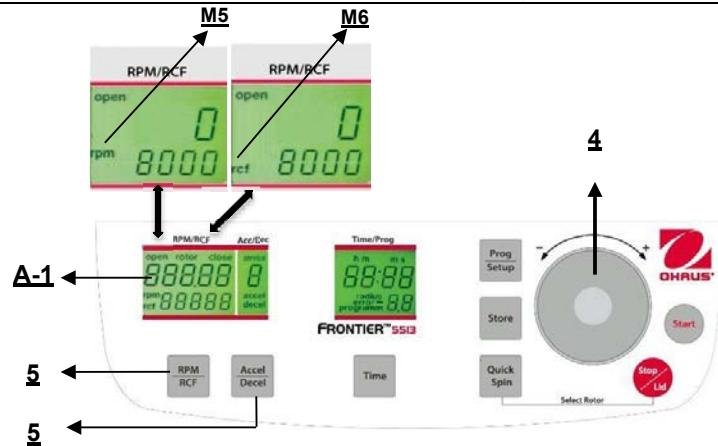

Abbildung. 13
Diese Vorauswahl wird durch die Taste "**RPM/RCF**" (5) aktiviert (siehe Abbildung 13 unten). Wenn Sie die Taste einmal drücken, blinkt das Wort "**rpm**" (M5). Wenn Sie die Taste zweimal drücken, kann die Vorauswahl der Zentrifugalkräfte ausgewählt werden. Dann erscheint das blinkende Wort "**rcf**" (M6). Sie können die gewünschten Werte mit dem Anpassungs Wähl scheibe (4) einstellen. In der Anzeige (A-1) wird stets der regulierte Wert angezeigt, bevor, während und nach dem Betrieb.